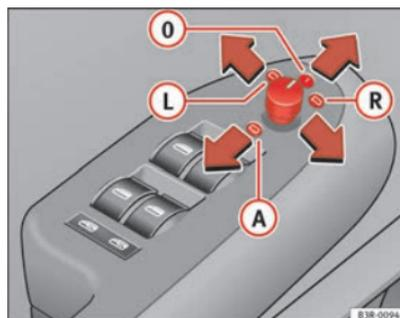

Fig. 104 Vue partielle de l'accoudoir : bouton rotatif
- Tournez le bouton rotatif en position  $\Rightarrow$  page 136, fig. 104 **L** (rétroviseur côté conducteur) ou en position **R** (rétroviseur côté passager).
Lorsque vous engagez la marche arrière, le miroir du rétroviseur bascule légèrement vers le bas si le système est réglé sur le rétroviseur côté passager (bouton rotatif en position **R**  $\Rightarrow$  page 136, fig. 104). Le conducteur peut ainsi voir le bord du trottoir lorsqu'il se gare.